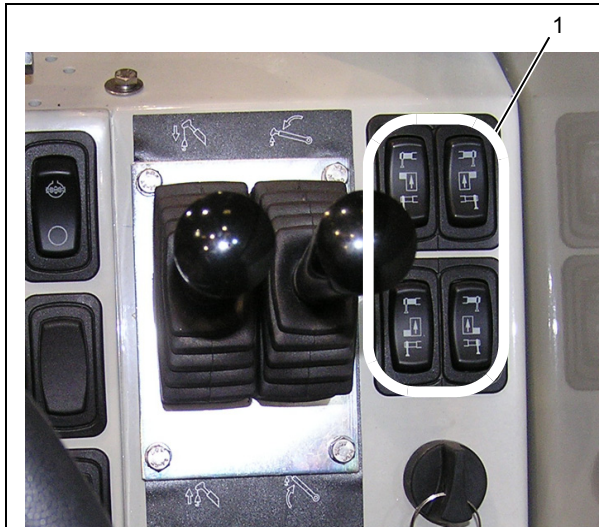
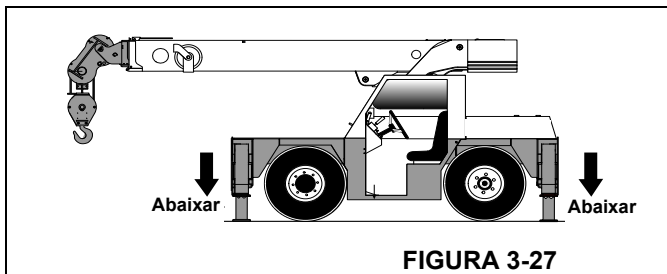
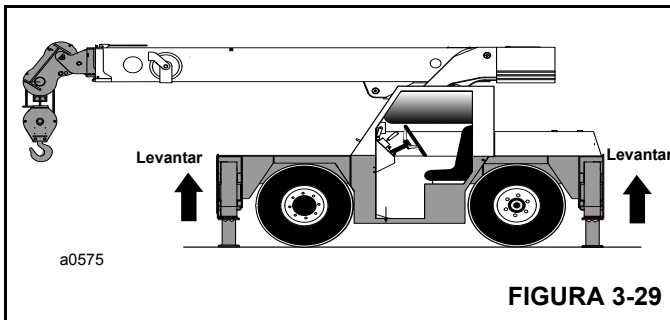
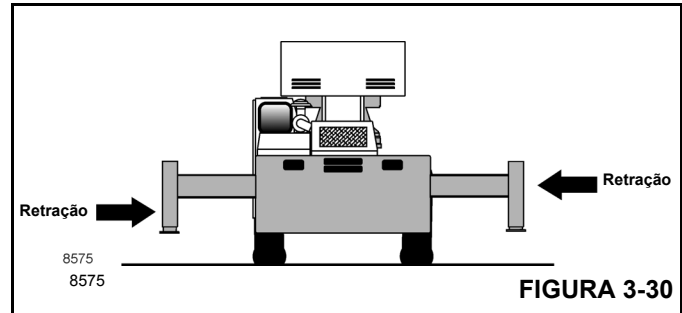

FIGURA 3-26
FIGURA 3-27
FIGURA 3-29
FIGURA 3-30
1. Coloque a chave seletora do estabilizador/macaco (1, Figura 3-26) na posição do estabilizador — pressione a parte superior da chave.
3. Pressione a parte superior da chave de extensão/retração (2).
1. Coloque a chave seletora do estabilizador/macaco (1, Figura 3-26) na posição do macaco — pressione a parte inferior da chave.
4. Pressione a parte superior da chave de extensão/retração (2).
5. Pise no pedal acelerador para aumentar a rotação do motor, o que fará os macacos abaixarem mais rapidamente (Figura 3-27). Quando os macacos estiverem totalmente estendidos, solte o pedal acelerador e a chave.
4. Pressione a parte inferior da chave de extensão/retração (2).
5. Pise no pedal acelerador para aumentar a rotação do motor, o que fará os macacos levantarem mais rapidamente (Figura 3-29). Quando os macacos estiverem totalmente retraídos, solte o pedal acelerador e a chave.
3. Pressione a parte inferior da chave de extensão/retração (2).
4. Pise no pedal acelerador para aumentar a rotação do motor, o que fará os estabilizadores se retraírem mais rapidamente (Figura 3-30). Quando os estabilizadores estiverem totalmente retraídos, solte o pedal acelerador e a chave.